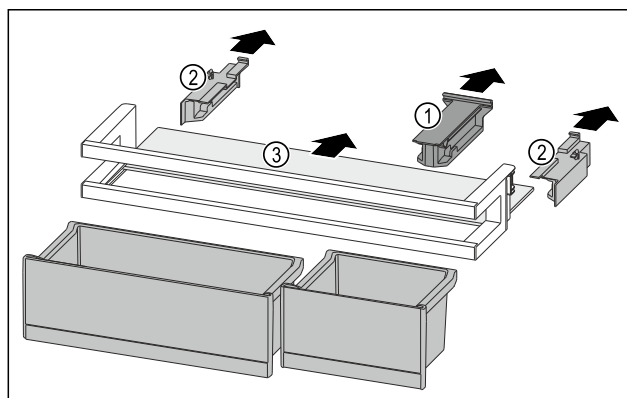

Fig. 92
- Retirer la pièce de retenue Fig. 92 (1).
- Retirer les parties latérales Fig. 92 (2).
- Retirer la tablette de rangement Fig. 92 (3).